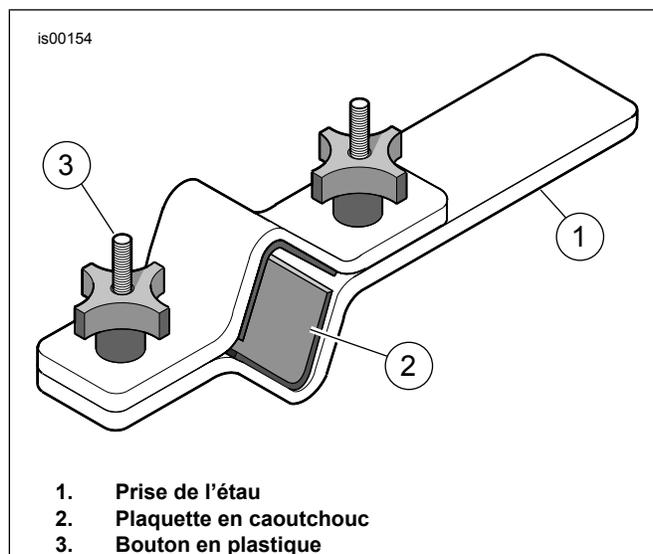

Figure 2. Support de tube de fourche (HD-41177)
1. Voir la Figure 2. Se procurer le SUPPORT DE TUBE DE FOURCHE (HD-41177).